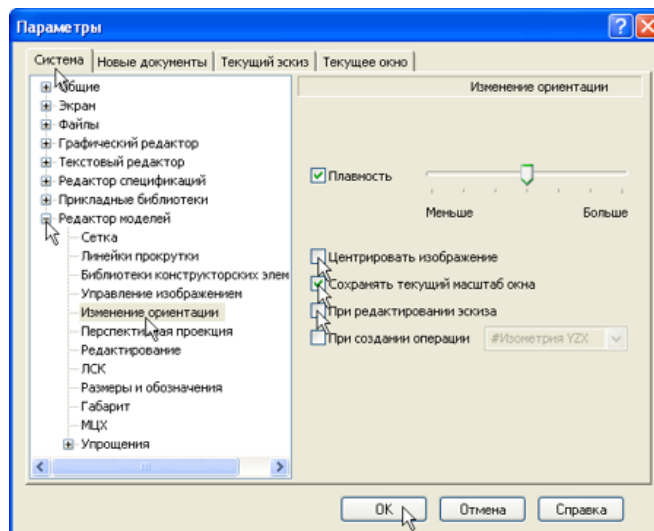

Рисунок 25.
- В окне Параметры откройте "ветви" Редактор моделей – Изменение ориентации (рис. 25).